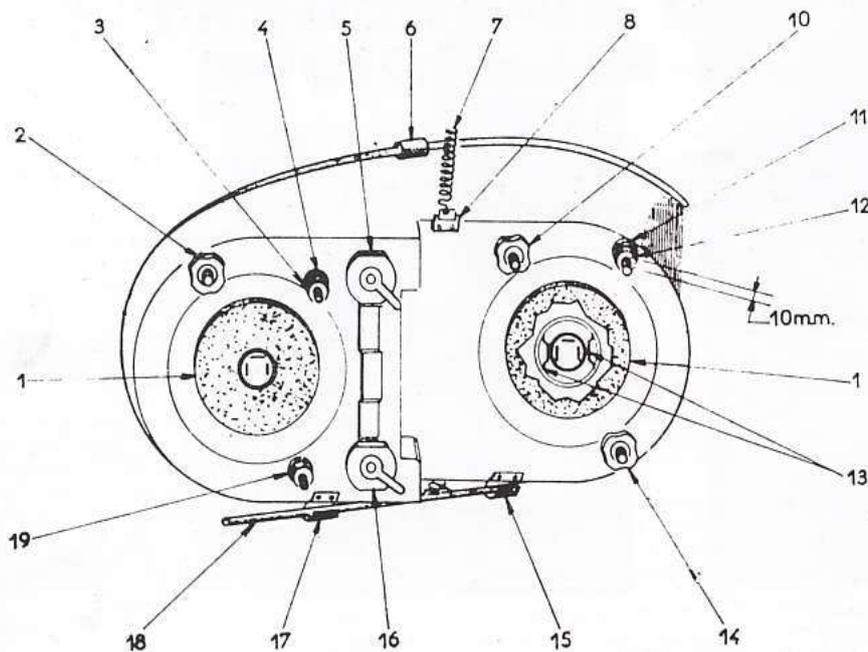

Figure 112. — Bloc d'éclairage gauche vu d'arrière
- Soulever la manette (18) (figure 112), puis dégager les pattes (17) et (15).
- Décrocher le ressort (7) de la patte (8).